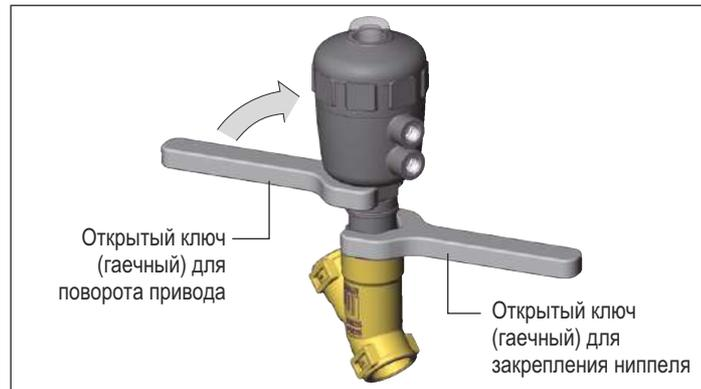

Рис. 21: Поворот при помощи открытого ключа (гаечного)
- Установите соответствующий открытый ключ (гаечный) на шестигранник привода (см. рис. 21).
- Поворачивать привод следует только в заданном направлении (см. рис. 21).